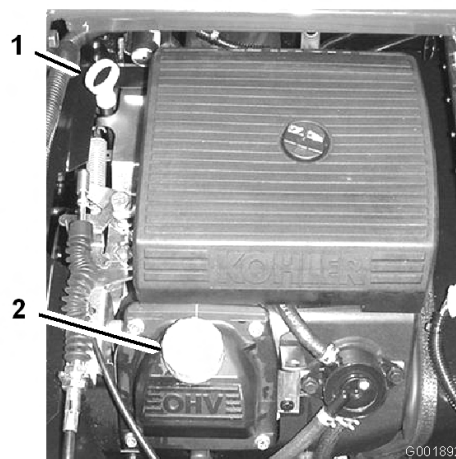

Figura 46
2. Retire la varilla y límpiela con un paño limpio (Figura 46). Introduzca la varilla en el tubo asegurándose de que entre a fondo. Retire la varilla y compruebe el nivel de aceite.
3. Si el nivel de aceite es bajo, retire el tapón de llenado de la cubierta de la válvula (Figura 46) y vierta aceite por el orificio hasta que el nivel de aceite llegue a la marca Lleno de la varilla. Añada el aceite lentamente y compruebe el nivel a menudo durante este proceso. No llene demasiado.
8. Agregue lentamente un 80% de la cantidad especificada de aceite por el tubo de llenado (Figura 46).